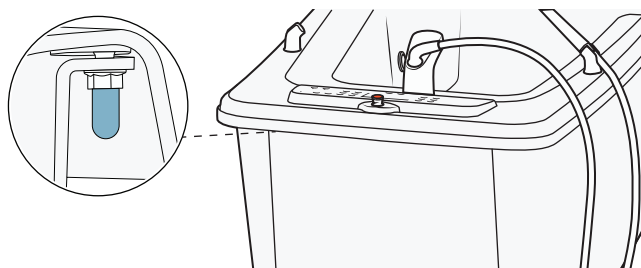

Figure 144
15. Fixez les huit capuchons en silicone sur les vis sous le rebord. Voir Figure 144.